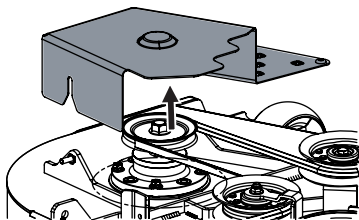

Figure 55
3. Retirez le couvercle des courroies du plateau. Voir Figure 55.